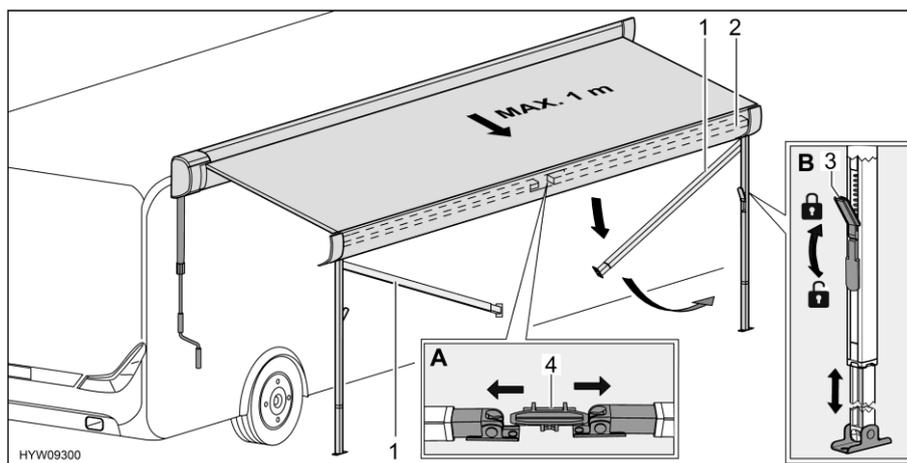

Fig. 33 Préparer les pieds d'appui
- Détacher les pieds d'appui (Fig. 33,1) de sur leur support (Fig. 33,4) situé dans le listeau frontal (Fig. 33,2). Pousser pour ce faire légèrement les pieds d'appui vers l'extérieur (Fig. 33,A).
- Débloquer les dispositifs de verrouillage (Fig. 33,3) des pieds d'appui. Pour ce faire, rabattre le levier de verrouillage vers le bas.
- Faire sortir la partie inférieure des pieds d'appui à la longueur désirée (Fig. 33,B).
- Bloquer les dispositifs de verrouillages (Fig. 33,3) des pieds d'appui. Pour ce faire, rabattre le levier de verrouillage vers le haut.